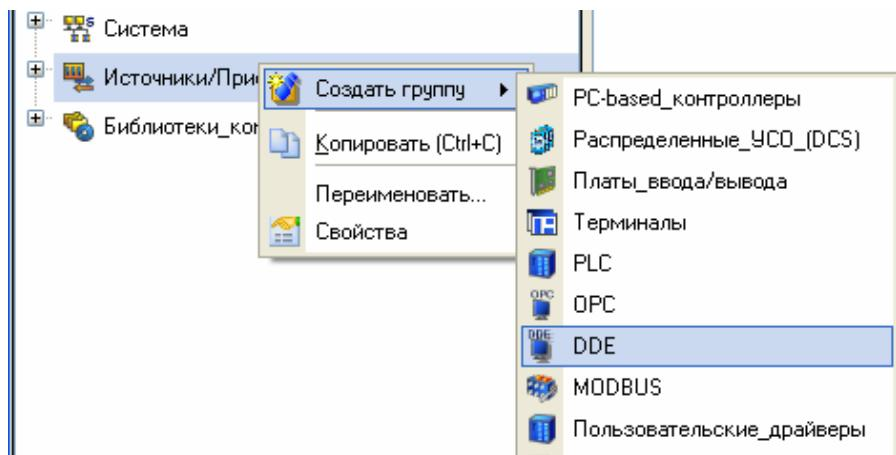

Рис. 6.2
6.4.2.1. У шарі **Джерела/Приймачі** створити нову групу **DDE** (рис.6.2).